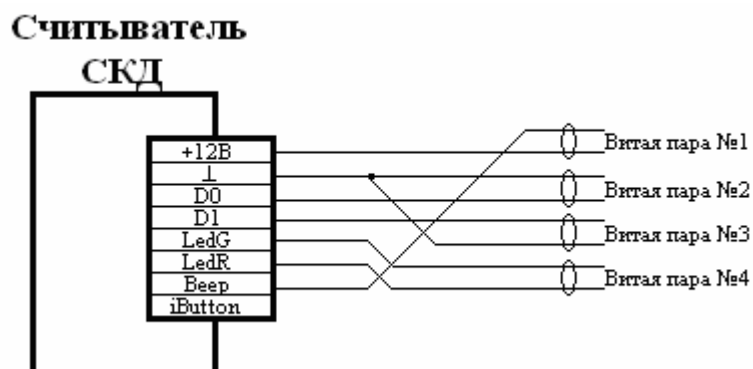

Рисунок 8.4.б: Нарращивание провода считывателя с использованием витой пары.
8.3.4 Для подключения считывателя, с использованием 4-х витых пар необходимо использовать схему, приведенную на рисунок 8.4.б.